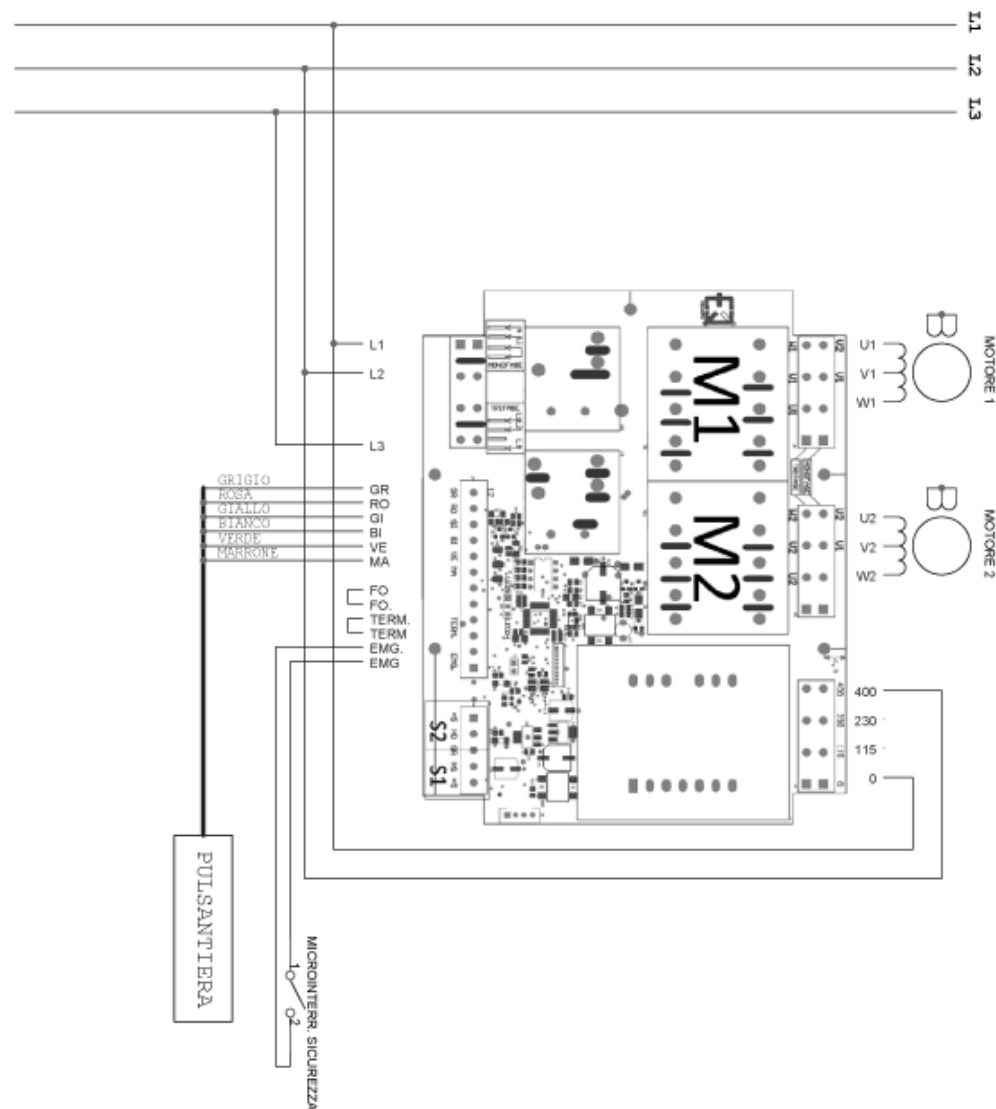

Abb. 2.4.1
2.4.1 - Drehstromschaltplan - 400V (Abb. 2.4.1)
Die Maschine muss auf horizontaler, fester Ebene aufgestellt werden, die einen sicheren Stand gewährleistet. Rund um die Maschine muss noch genügend Platz zur Verfügung stehen, die in Abb. 2.4.1 angegebenen Aufstellabmessungen berücksichtigen. Ist genügend Platz vorhanden, kann die Maschine besser bedient und gewartet werden. Die Maschine muss rundherum genügend beleuchtet sein, damit der Operator, der die Maschine benützt eine bessere Übersicht hat.